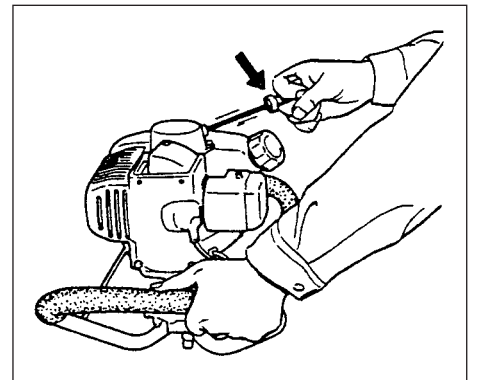

Fig. 2-4
4. Træk rekylstarteren kvikt, sørg for godt greb i håndtaget, så det ikke smutter tilbage. (Fig. 2-4)